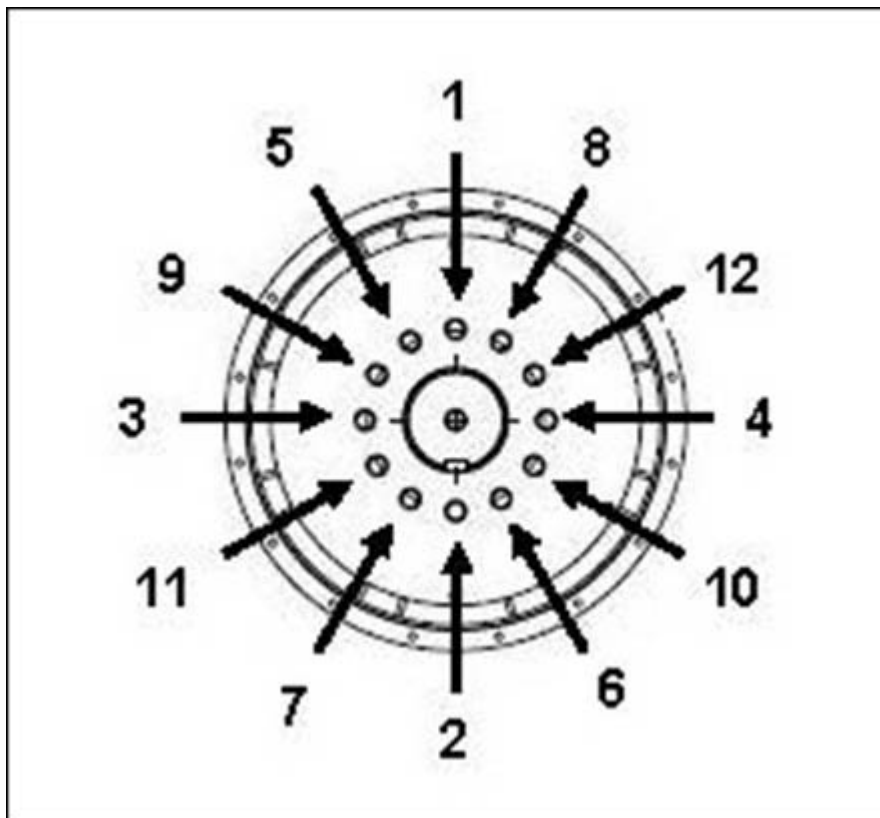

FIGURE 18. SÉQUENCE DE FIXATION AU MOYEU
4. Serrer les vis du disque d'accouplement, le cas échéant, dans l'ordre indiqué sous Figure 18 à la page 38.